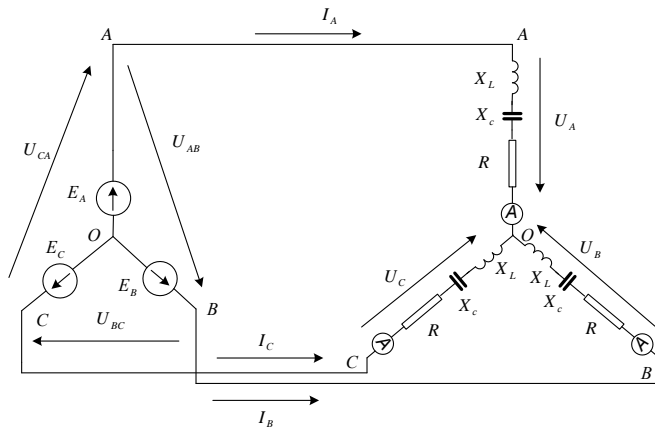

Рис. 1.1
- 1.1. По базе данных (табл. 1.1) для своего варианта определить параметры электрической цепи (рис. 1.1), питающей от трехфазной сети синусоидального тока.